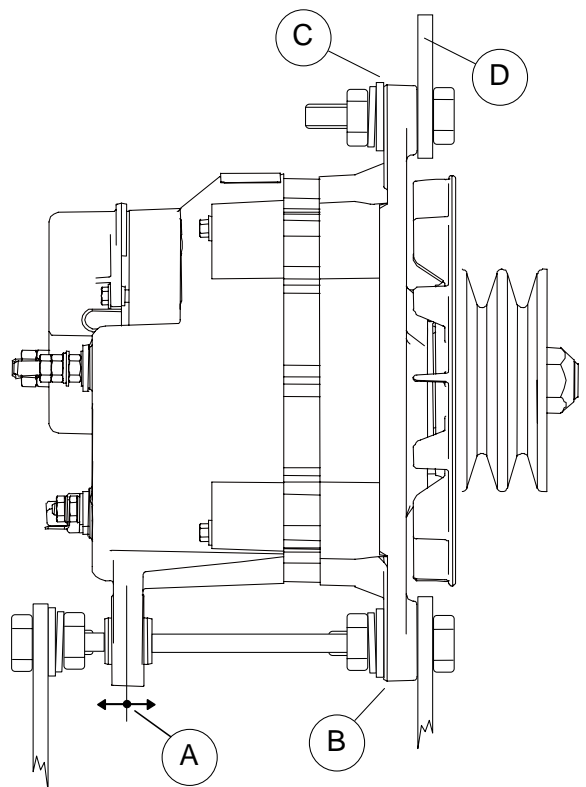
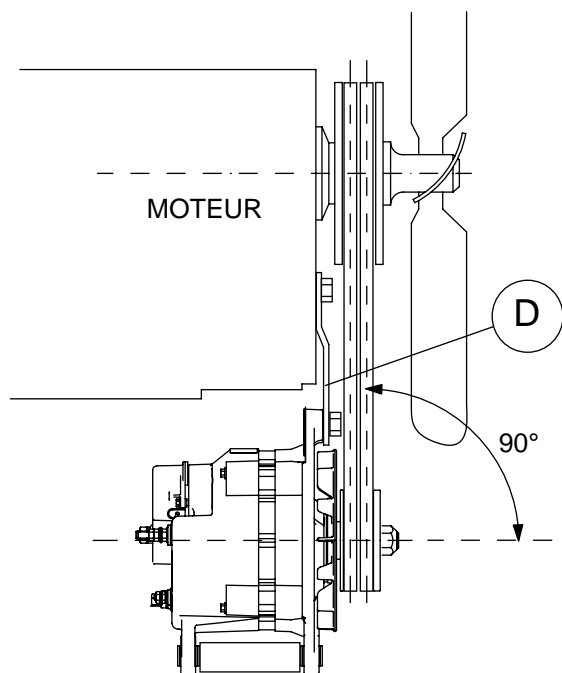

Figure 5
Figure 6
- 2 Attacher le support de montage au moteur sans le serrer à l'aide des boulons de montage moteur. Positionner le pied de montage de l'alternateur entre les deux pattes (Figure 5, références A et B) sur le support de montage à l'aide des boulons de montage de l'alternateur. Noter que la patte située à l'arrière du boîtier de l'alternateur doit être fixée de façon à pouvoir se mouvoir librement dans le sens de la flèche (voir Figure 5, référence A), ceci afin d'éviter tout effort mécanique en raison de températures élevées éventuelles de l'alternateur.
- 3 Aligner la poulie de l'alternateur avec la poulie d'entraînement du moteur, tel qu'illustré Figure 6, et serrer les boulons de montage, pour bien fixer le support de montage au moteur.
- 4 Attacher la bride de réglage de l'alternateur sans la serrer (Figure 6, référence D) à la patte de réglage de l'alternateur (Figure 5, référence C) avec le boulon, la rondelle frein et la rondelle plate.
- 5 Serrer la courroie trapézoïdale en exerçant une pression sur l'avant du boîtier de l'alternateur uniquement et serrer le boulon à la patte de réglage (Figure 5, référence C). Régler la tension de la courroie conformément aux spécifications recommandées du fabricant de la courroie. Si vous ne pouvez obtenir facilement les spécifications du fabricant, régler la tension de la courroie de façon à ce qu'elle soit bien ajustée pour que la courroie trapézoïdale de la poulie de ventilateur de l'alternateur ne glisse pas lorsque vous essayez de faire tourner l'alternateur manuellement.